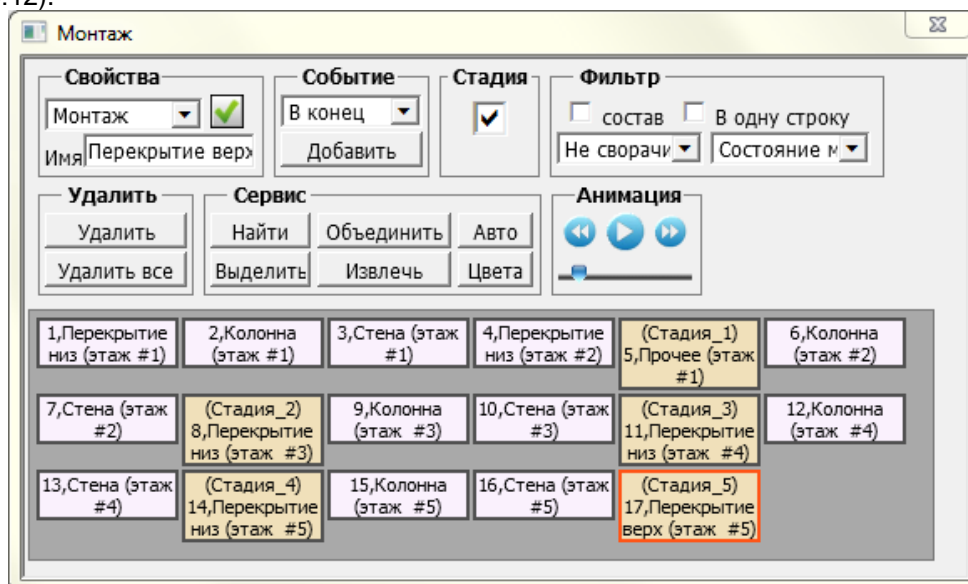

Рис.6.12. Диалоговое окно **Монтаж**
- Установите флажок **Стадия** как описано в предыдущем пункте для событий: **8,Перекрытие низ (этаж #3)**; **11,Перекрытие низ (этаж #4)**; **14,Перекрытие низ (этаж #5)**; **17,Перекрытие верх (этаж #5)** (рис.6.12).